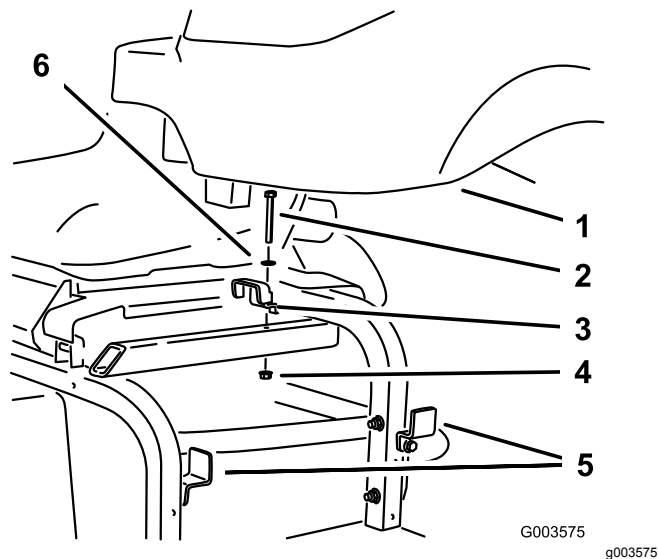

図 8
9. 機体フレームから油圧オイルタンクの上部ブラケットを外し、フレーム側部についているブラケット2つをゆるめる 図 8。タンクを外し、金具類と共に保管する。